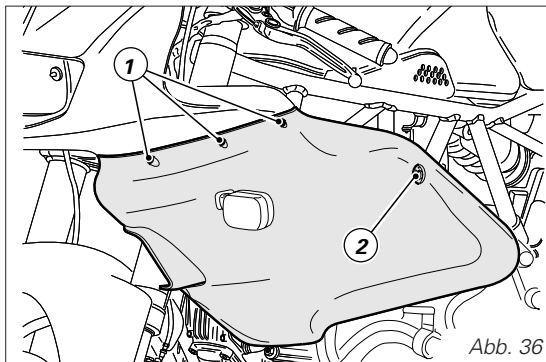

Abb. 36
Die drei Schrauben (1, Abb. 36 und 37), die die jeweilige Verkleidungshälfte am Cockpit befestigen, lösen. Die Schraube (2), die die Verkleidungshälften am Rahmenhalter befestigt, lösen.